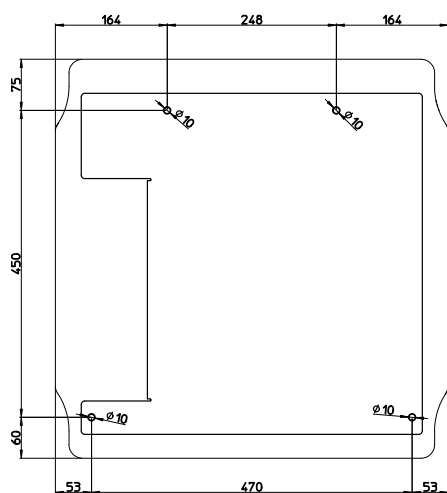

Figura 2: placa posterior para instalar el módulo en la pared.
- ✓ Identifique la posición de los 4 agujeros que se realizarán en la pared de acuerdo con el esquema de la Figura 2;